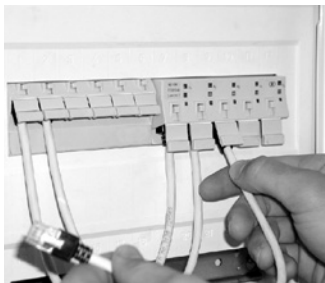

Bild 3
- 3 Stecken Sie die Patchkabel der Endgeräte in die entsprechenden Buchsen (s. Bild 3).